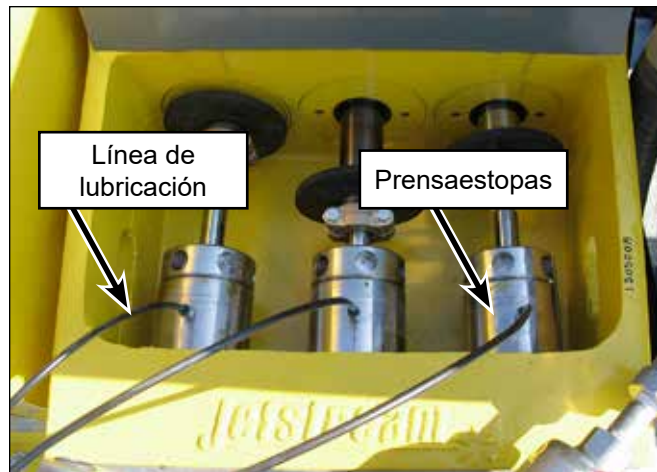

Figura 9: Verificación de la lubricación
2. Mire dentro de la caja de barras y verifique que el agua de lubricación esté fluyendo entre las tuercas huecas y los émbolos. En las bombas de la serie 6000, el agua fluirá desde los pequeños orificios del fondo de la llave de tuercas huecas. (Figura 9).
3. Luego, verifique la temperatura del prensaestopas colocando cuidadosamente la punta de los dedos en la parte superior del prensaestopas. La temperatura debe ser fría o templada, pero lo suficientemente fría como para que puede sostener los dedos durante diez (10) segundos.